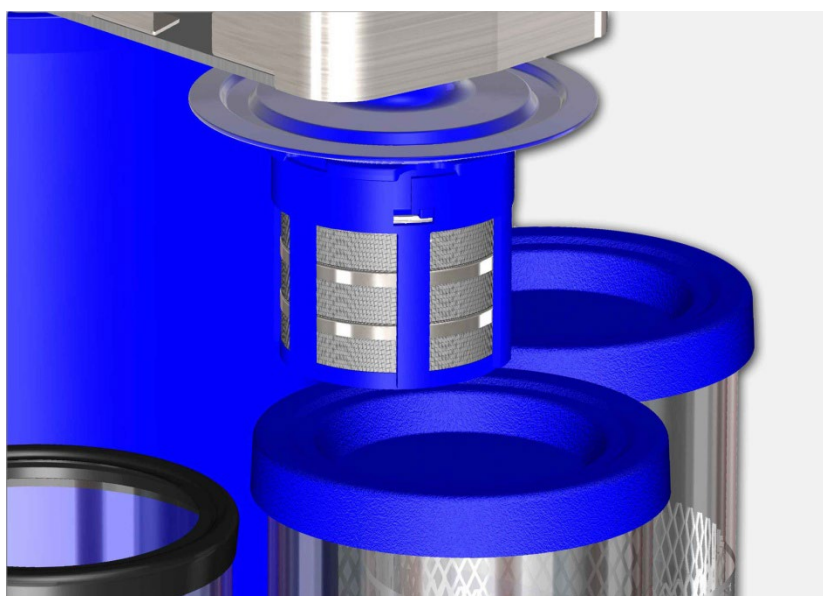

Fig. 3.8.3. Position Substitution (Position supérieure)
- Position supérieure (au-dessus des réservoirs de fluides): Position pour substitution du panier de nettoyage/porte-pièces (*Fig. 3.8.3.*).